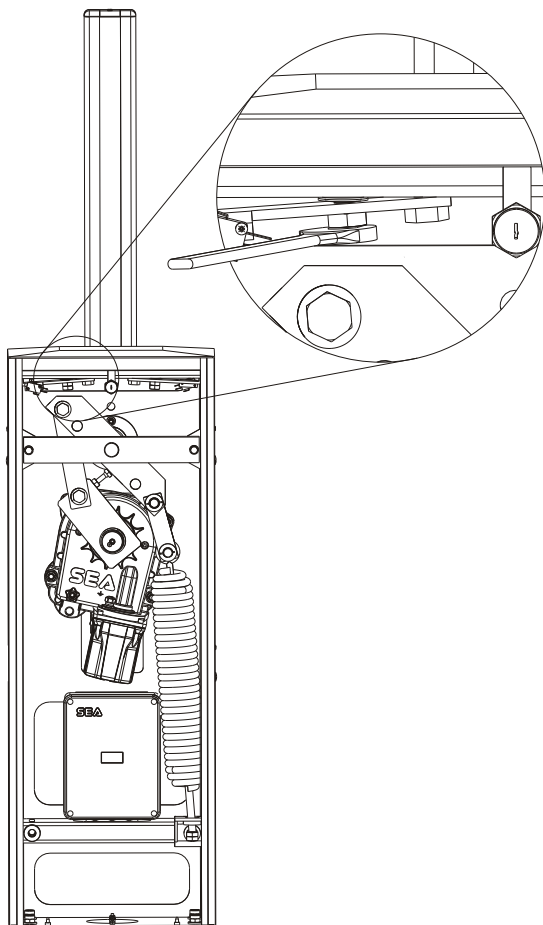

Fig.14
- Déverrouiller les vis de fin de course en dévissant les écrous de serrage sur le fin de course (Fig. 14).
- Dévisser ou visser les vis de fin de course jusqu'au point où la lisse se ferme en position parfaitement verticale en ouverture et en position parfaitement horizontale en fermeture (Fig. 14).